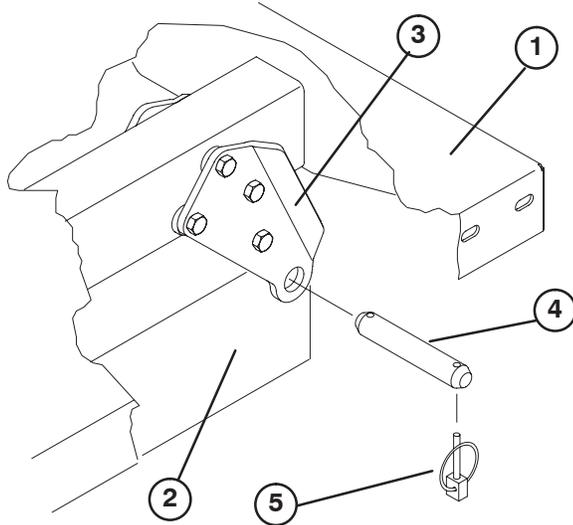

Figure 10
- Retirez les axes qui fixent les côtés tiges de vérins aux plaques de montage du plateau en les poussant vers l'intérieur (Fig. 10).
- Enlevez les goupilles à anneau et les axes de chape qui fixent les supports de pivot aux profilés du châssis (Fig. 10).
**Remarque :** Vérifiez que les plaques de pivot arrière sont boulonnées aux châssis/profilé du véhicule de sorte que l'extrémité inférieure soit inclinées vers l'arrière (Fig. 10).
- Avec précaution, placez le plateau sur le châssis du véhicule en alignant les trous des plaques de pivot arrière et ceux du profilé arrière du châssis. Montez (2) axes de fixation et goupilles à anneau (Fig. 10).
- Abaissez le plateau, fixez chaque extrémité de la tige du vérin aux fentes appropriées dans les plaques de montage du plateau au moyen d'un axe et d'une goupille à anneau. Insérez l'axe de fixation par l'extérieur du plateau, la goupille à anneau vers l'extérieur (Fig. 10). Les fentes arrière sont réservées à l'installation du plateau complet et les fentes avant à l'installation du plateau 2/3.